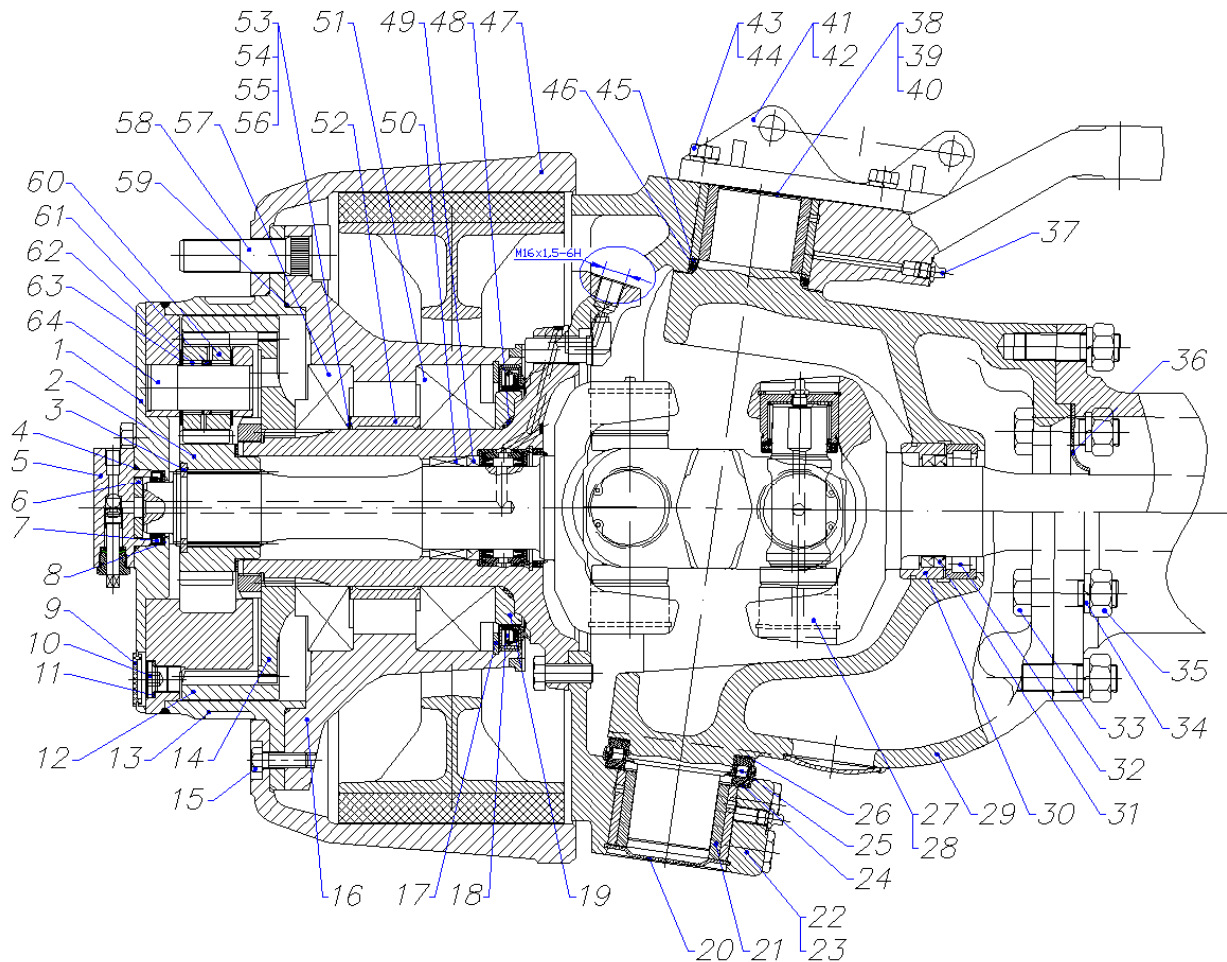
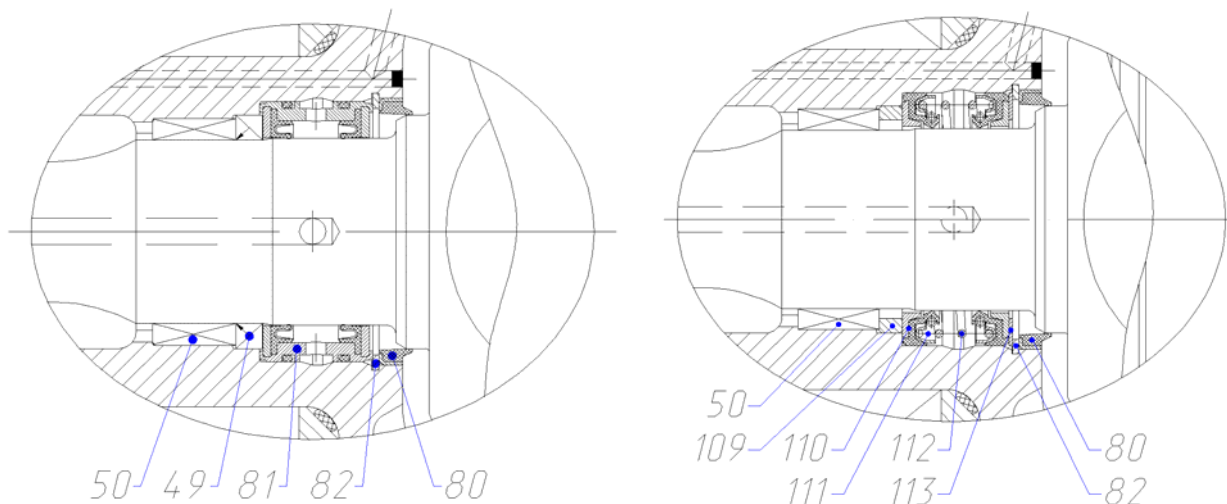

Рис. 1. Тормозной механизм и колесный редуктор
Рис. 3. Варианты сальников подкачки воздуха:
Колесный редуктор (рис. 1) переднего моста планетарного типа устанавливается в картере колесного редуктора 13. Ступица колесо 16 – отливка из высокопрочного чугуна, к которой с помощью винта М12×25 закреплен картер колесного редуктора.
Воздух для подкачки шин подается через резьбовое отверстие, которое находится на корпусе воздушного крана 5, сквозь внешний ведущий вал, уплотняющий сальник (рис. 3), цапфу и вилку поворотного кулака. Конец воздухопровода на вилке завершён резьбой М16×1,5-6Н (рис. 1), на которой свертывается штуцер.
втулка вилки и крышка (26) (рис. 1). Для обеспечения правильной обратной сборки рычаг рулевого управления, крышка и рычаг рулевая трапеция нумерованы всегда совпадающими цифрами.